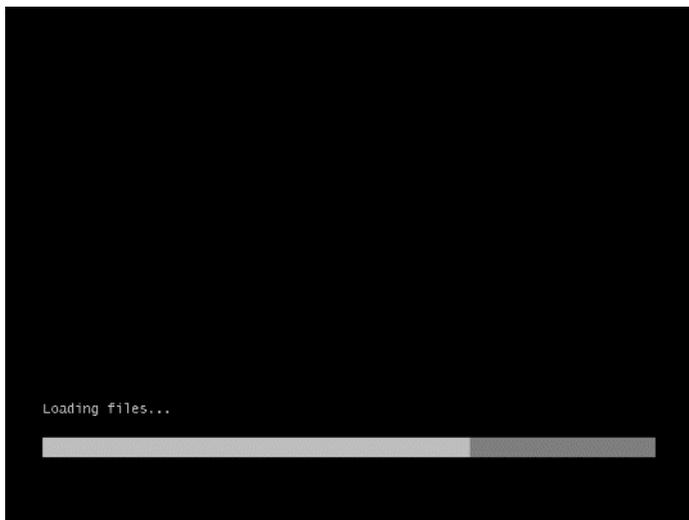

图 6-1
- 系统从光盘启动后, 开始加载系统文件, 如图 6-1 所示。Windows 系统文件加载需要一定时间, 请耐心等待。